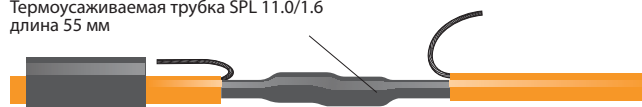

Рисунок 9
4.11. Надвинуть на полученное соединение термоусаживаемую трубку SPL 11.0/1.6 длиной 55 мм. Обработать термоусаживаемую трубку струей горячего воздуха при помощи электрического фена для её усадки, выставив регуляторы температуры на 100–150 °С. Тепловой поток фена направлять от центра к краям соединения до образования плотно прилегающей оболочки без воздушных включений. Время воздействия 4–6 секунд. Правильно обработанная трубка должна дать усадку и плотно обжать со всех сторон место соединения согласно рис. 9.